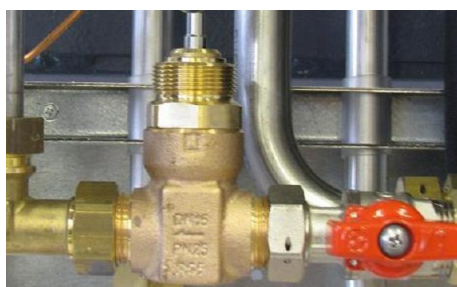

Bild 47
3. Lossa ventilen med en fast nyckel (Bild 47). Notera pilens riktning på ventilen.